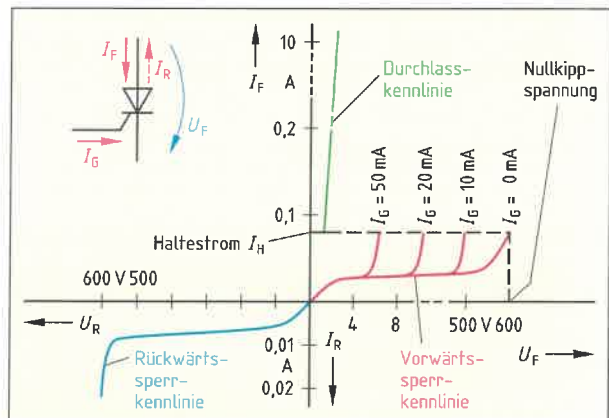

Bild 3: Kennlinien eines Thyristors
2. Beschreiben Sie mithilfe der Kennlinien (Bild 3), a) wie der Thyristor in Vorwärtsrichtung durchgeschaltet wird und b) wie der Thyristor wieder gesperrt wird.